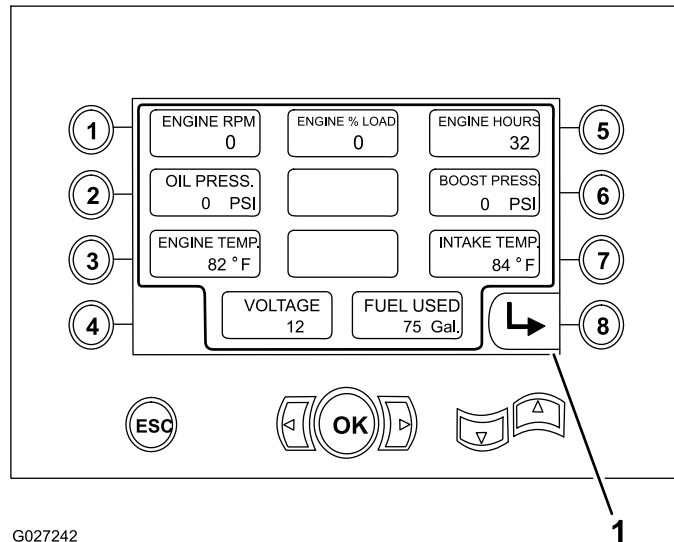

Bild 35
- Engine RPM (Motordrehzahl (U/min) (Bild 35))
- Engine % load (Motorbelastung %) (Bild 35))
- Engine hours (Motorbetriebsstunden) (Bild 35)
- Oil pressure and boost pressure (Öl- und Ladedruck (Bild 35))
- Engine coolant and intake temperature (Motorkühlmittel und Ansaugtemperatur (Bild 35))
- Voltage (Spannung) (Bild 35)
- Fuel Used (Kraftstoffverbrauch) (Bild 35)